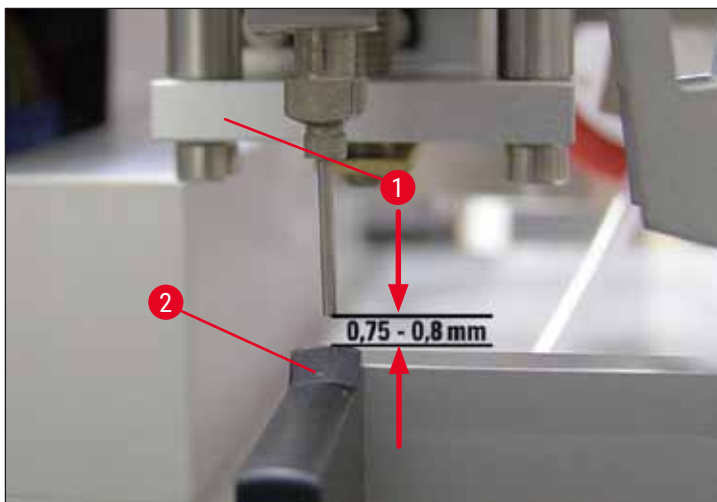

Abb. 16
8. Durch eine Blickkontrolle von vorne kann nun die eingestellte Höhe der Dispensernadel nochmals überprüft werden (→ Abb. 16).